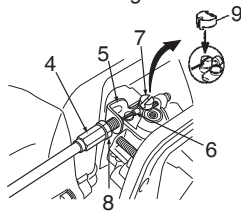

Fig. 5
Conecte el extremo del alambre del acelerador (6) al carburador (7) y coloque la caperuzita de pivote (9). (Fig. 5)